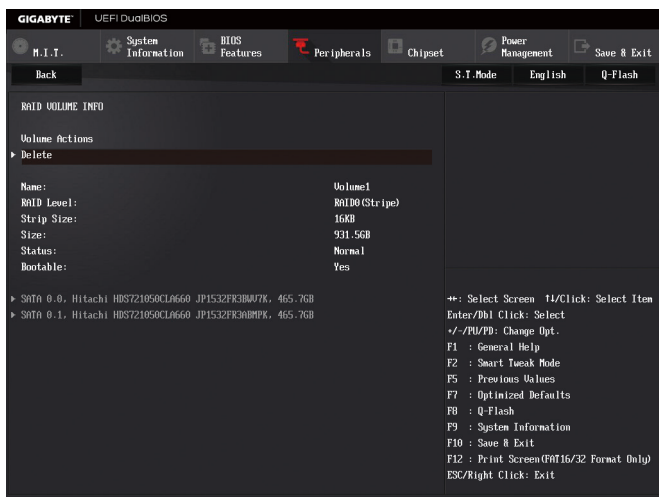

图7
完成后画面将恢复「Intel(R) Rapid Storage Technology」画面,即可在「RAID Volumes」处看到建立好的磁盘阵列。若要检视更详细的数据,可在该磁盘阵列上按<Enter>键,即可看到例如磁盘阵列模式、区块大小、磁盘阵列名称及磁盘阵列容量等信息(图7)。